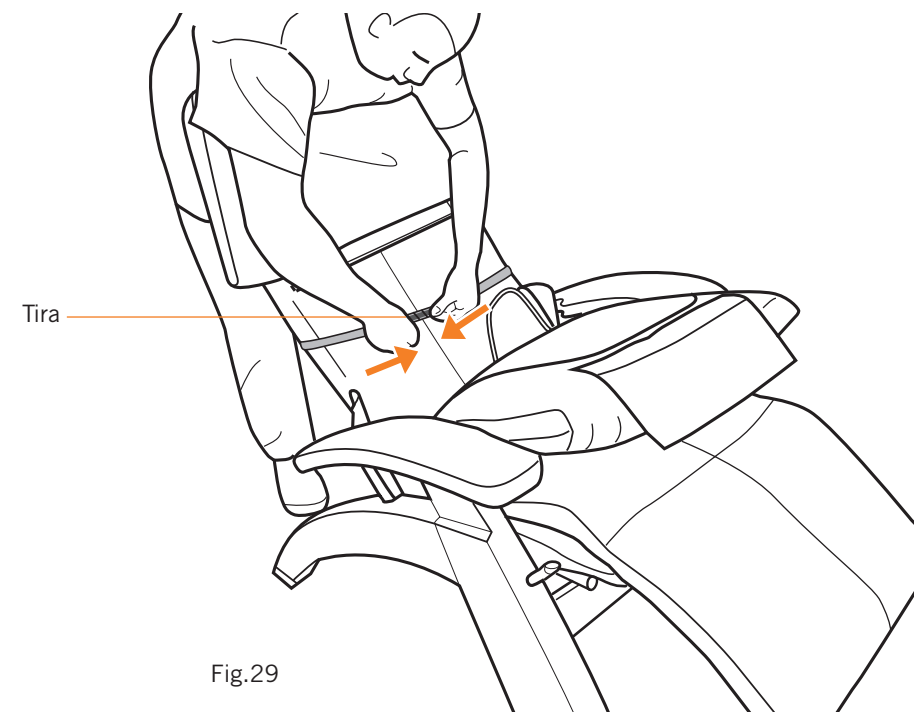

Fig.29
3. Lleve las aletas laterales alrededor de la parte frontal de la lona de la silla, estírelas bien, y luego asegure con los cierres de velcro (Fig.29). **NOTA:** Si las correas están demasiado apretadas, la almohadilla trasera se arruga.